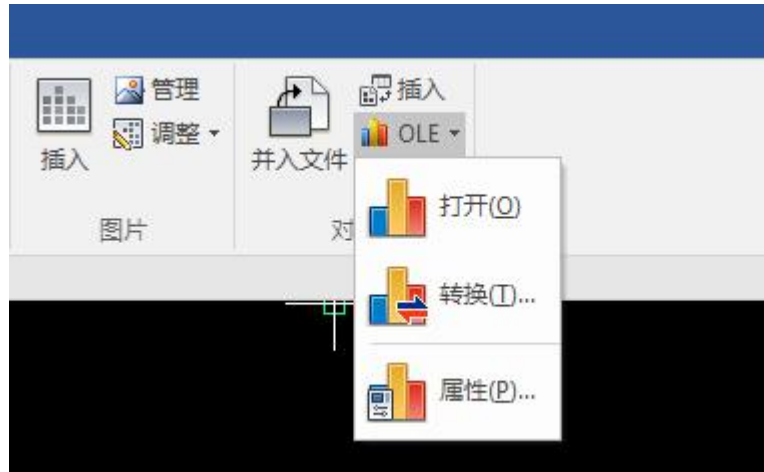
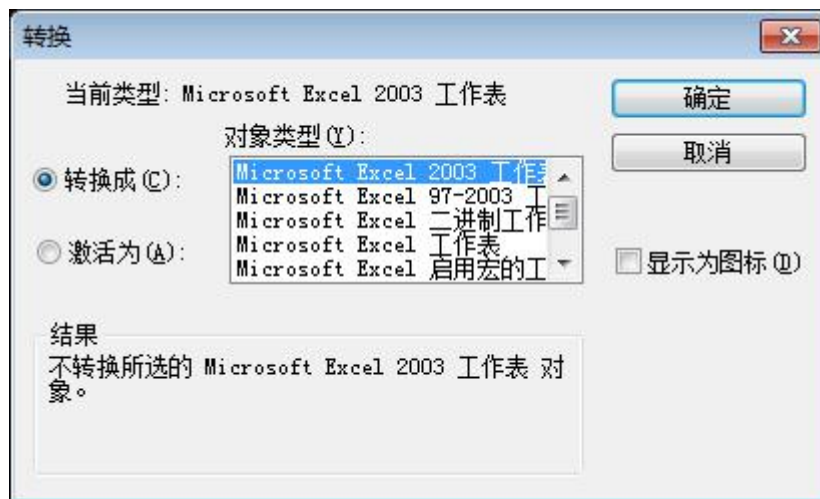

图 2-95 转换
图 2-96 转换对话框
- 4) 对于已插入的对象，选中该对象后，在【编辑】主菜单中选择【xxx 对象】选项，在弹出的下一级中有【打开】、【转换】和【属性】3 个选项。如果打开功能区时，【插入选项卡】下【对象面板】中【xxx 对象】的按钮也会自动激活，点击出现相应对象的 3 项编辑按钮如图 2-95 所示。选择【打开】则以【完全开放】方式进行编辑。对于链接对象，不论选择哪一项均以【完全开放】方式编辑对象。选择【转换】则出现如图 2-96 所示的选项，将当前对象转换为另外一种格式，如
- 3) 由于嵌入对象后使文件变得比较大，因此当确认嵌入的对象不需要修改时，可点【转换按钮】来转换对象的类型，将对象变为与设备无关的图形格式，这样将大大缩减文件的大小。这里【转换按钮】的作用与使用方法和【对象】中的【转换】选项（如图 2-96）完全一样。